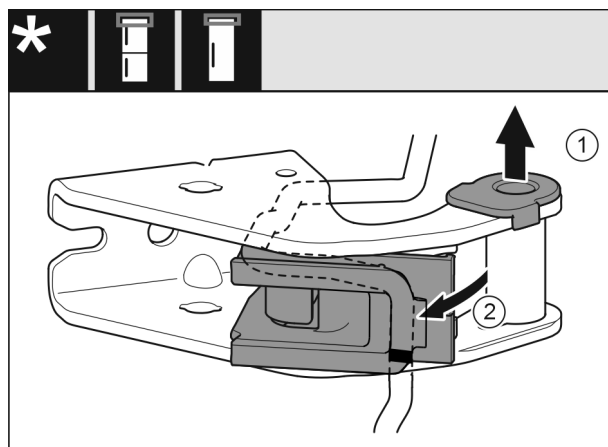

Fig. 14
- ▶ Trekk lagerbøssingen ut av føringen. Fig. 14 (1)
- ▶ Sving kabelholderen ut. Fig. 14 (2)